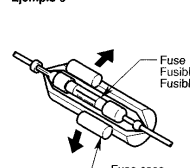

Figure 9 / Figure 9 / Figura 9
To replace the fuse, open the lock on the source unit side, remove the old fuse and insert the new one (Figure 9)
- 4 Pour remplacer le fusible, ouvrir le loquet sur le côté de l'appareil pilote, retirer l'ancien fusible et insérer le fusible neuf (Figure 9). * Il existe plusieurs types de boîtiers à fusibles. Ne pas laisser la borne de batterie entrer en contact avec les autres pièces métalliques